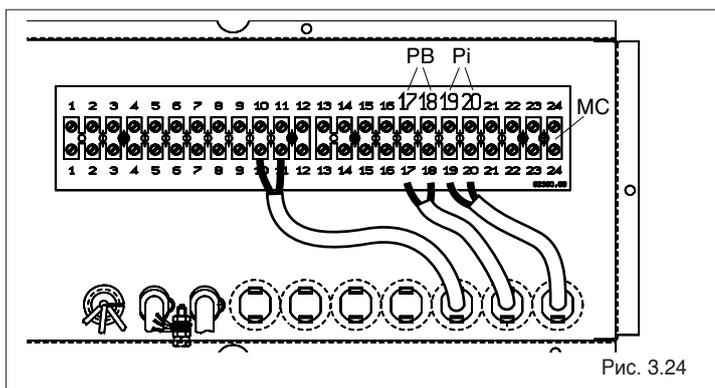

Рис. 3.24
- Подключите насос системы (Pi) к клеммам 19 и 20 клеммной колодки котла (MC), которая находится внутри главной панели управления (Рис. 3.24).
- Подключите насос бойлера (PB) к клеммам 17 и 18 клеммной колодки котла (MC), которая находится внутри главной панели управления (Рис. 3.24).